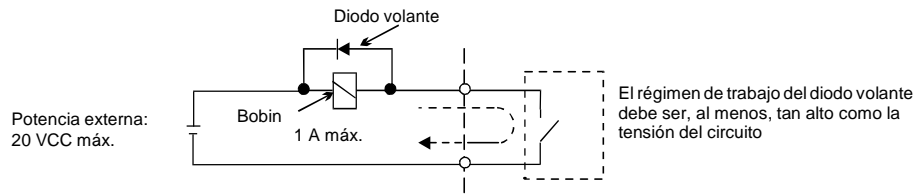

Fig 3 Conexión del diodo volante
*2. Cuando controle una carga reactiva, como, por ejemplo, una bobina de relé con alimentación de CC, inserte siempre un diodo volante tal y como se muestra en la Fig 3.